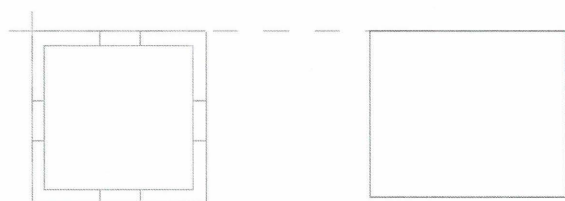

Fig. 05.32. Tegn et omrids til højre for boksen (hvis du har tegnet dit *Reference Planes* til venstre for boksen, da vi stod i *Back*)
- Tegn et objekt eksempelvis som objektet til højre på Fig. 05.32.